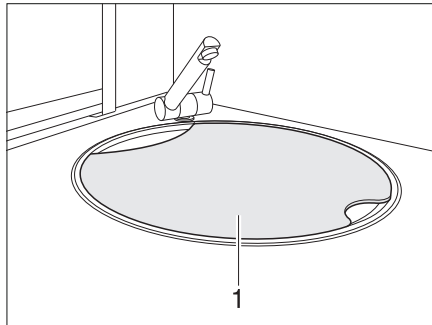

Fig. 12 Coperchio del lavello
- ▶ In caso d'incidente o di frenata d'emergenza, il coperchio del lavello (Fig. 12,1) può ferire i passeggeri del veicolo. Prima della partenza togliere il coperchio del lavello e stivarlo in modo sicuro nel blocco cucina o nell'armadio guardaroba.